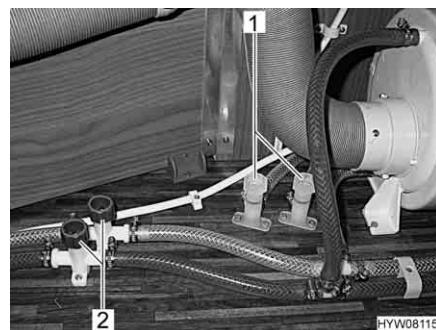

Fig. 136 Rubinetti di scarico per scaldaacqua
- Chiudere tutti i rubinetti di scarico. Ruotare i coperchi (Fig. 136,1 e 2) in senso orario.
- Aprire tutti i rubinetti di scarico. A tal fine ruotare i coperchi (Fig. 136, 1 e 2) in senso antiorario.